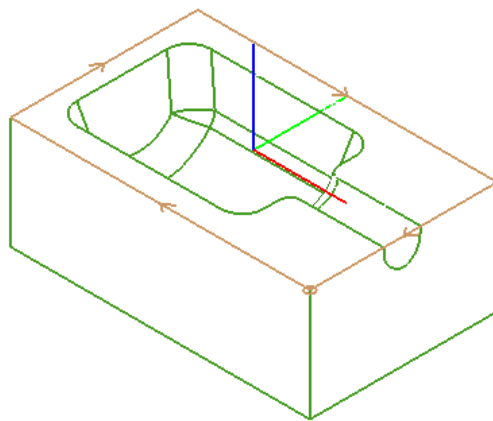

图 5-25
- 单击  ，设置如图 5-25 所示的进刀参数，单击 OK。